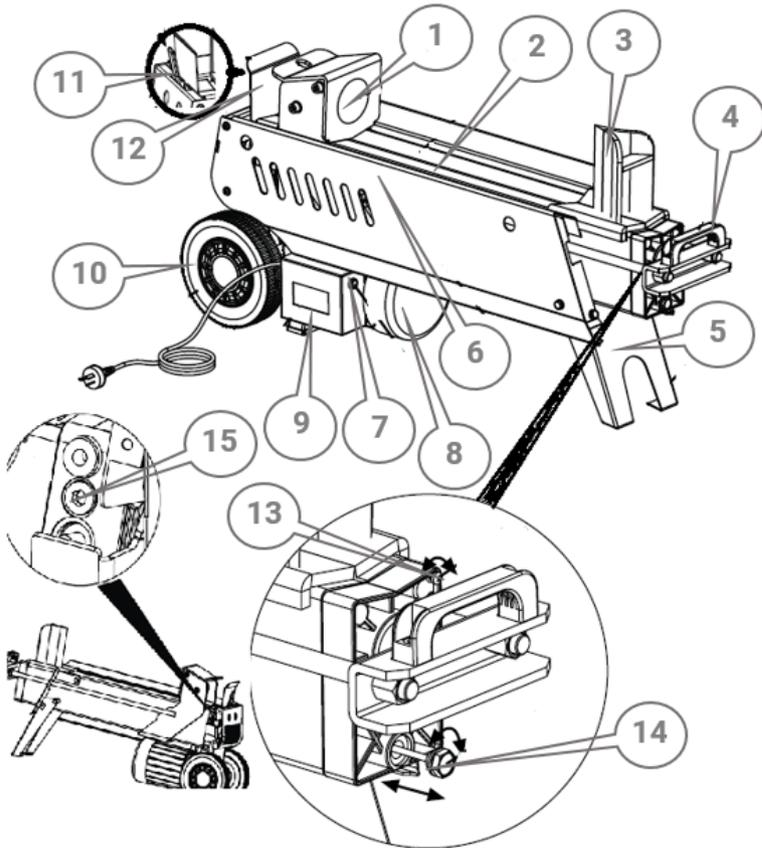

Рисунок 1. Загальний вигляд виробів.
- Опис конструкції виробу наведено нижче (рис. 1).
Забороняється змінювати заводське налаштування гвинта (15, рис. 1) обмеження максимального тиску!